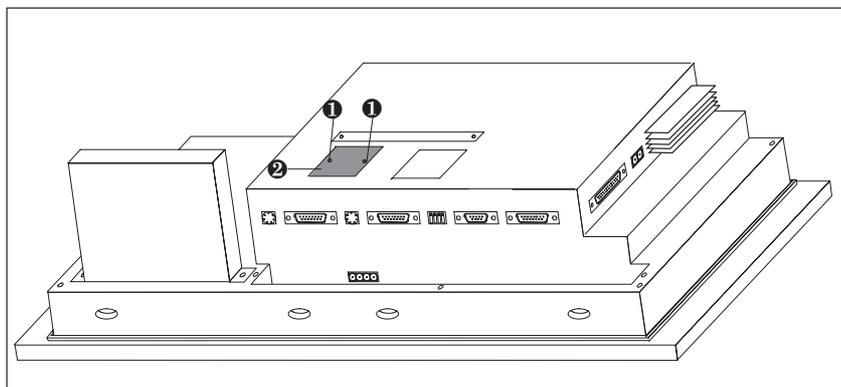

Figura 18-8 Eliminazione del coperchio (esempio OP37)
2. Svitare le due viti di espansione ❶ e togliere il coperchio ❷ rappresentato nella figura 18-8 dal retro dell'OP.